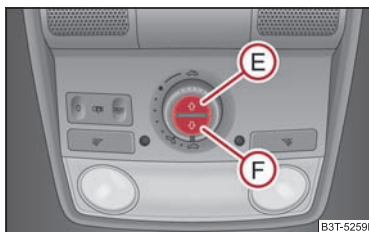

Abb. 44 Tasten für Sonnenschutzrollo
Sie können das Sonnenschutzrollo separat mit Hilfe der Tasten schließen bzw. öffnen ⇒ Abb. 44.
- Zum vollständigen Öffnen drücken Sie kurz die Taste **(E)** ⇒ Abb. 44.
- Zum vollständigen Schließen drücken Sie kurz die Taste **(F)** ⇒ Abb. 44.
Für das Initialisieren des Sonnenschutzrollos drücken Sie den Schalter **F** ⇒ Seite 60, Abb. 44 für ca. 10 Sekunden.